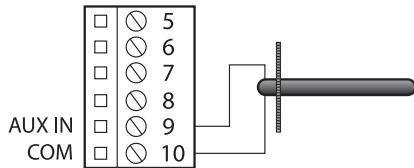

Figure 6 - Raccordement de l'entrée auxiliaire
- Raccordement : Branchez la sonde (thermistance 10K Ω type 3) aux bornes 9 et 10 (voir fig. 6)
- Raccordement : Branchez la sonde à distance (thermistance 10K Ω type 3) aux bornes 9 et 10 (voir fig. 6)